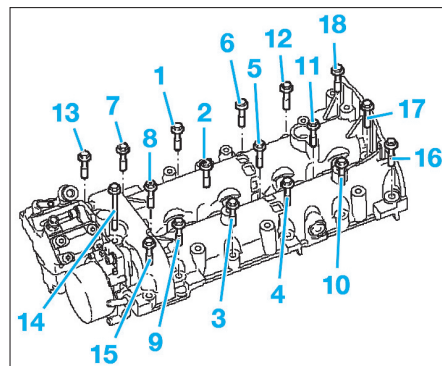

FIG. 79
- Visser les 5 vis (18) jusqu'à ce que le carter d'arbre à cames affleure le carter de distribution.
- les vis de fixation du carter d'arbre à cames sur la culasse suivant l'ordre (Fig.79),